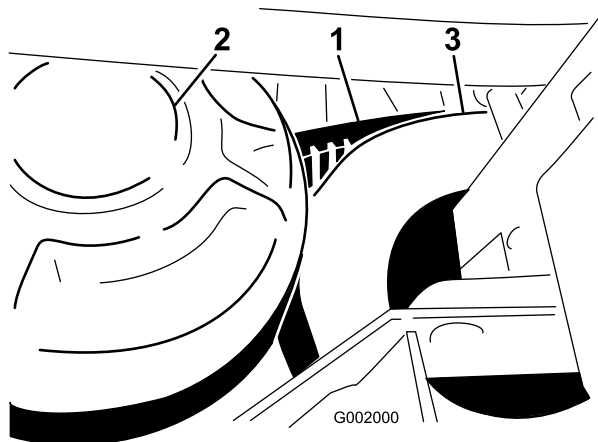

Figure 59
1. Faites tourner la courroie et faites-la passer sur l'embrayage secondaire (Figure 59).